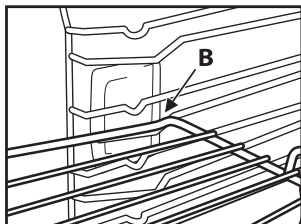

Fig. 2
2. Inclíne la parrilla en correspondencia con el punto de bloqueo "B" (fig. 2).